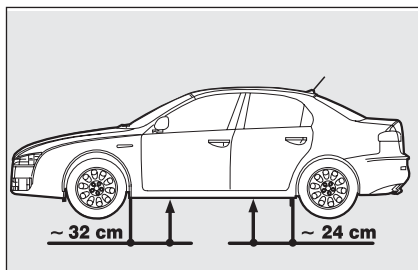
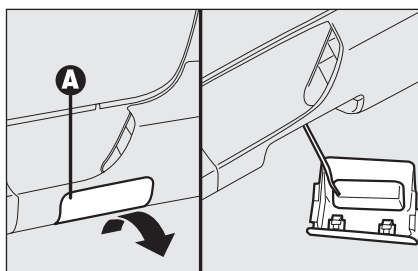

fig. 7
fig. 8
- ☐ el gato debe introducirse a la distancia indicada en la **fig. 7** (en las versiones equipadas con faldones, es necesario antes de colocar el gato, quitar el revestimiento **A-fig. 8** ubicado en el mismo faldón, interviniendo como se ilustra en la figura);